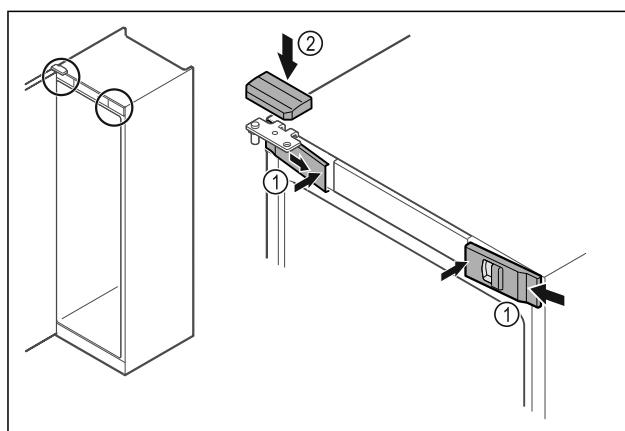

Fig. 50
- Zaháknite predné kryty Fig. 50 (1) naboku a zaistite ich vnútri.
- Zaistite horný kryt Fig. 50 (2) zhora.